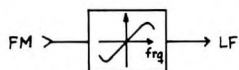
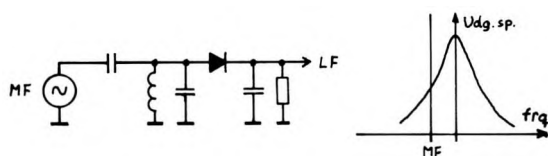

Fig. 6b.
Fig. 6c.
b) Fig 6b er blokdiagram for en diskriminator eller FM-detektor. Der er mange kredsløb at vælge imellem, vi viser den velnok simpleste i fig. 6c, en såkaldt flankedetektor, hvor FM omdannes til AM vha en skævt afstemt kreds og ensrettes i en simpel diodedetektor.